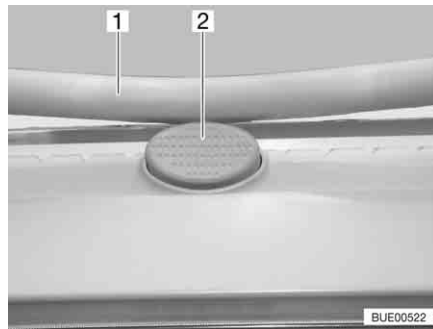

Fig. 110 Bottone di sicurezza sull'oblò Heki
- Premere il bottone di sicurezza (Fig. 110,2) e tirare verso il basso la staffa (Fig. 110,1) con entrambe le mani.
- Premere la staffa verso l'alto con ambedue le mani, finché la staffa non poggia al di sopra del bottone di sicurezza (Fig. 110,2).